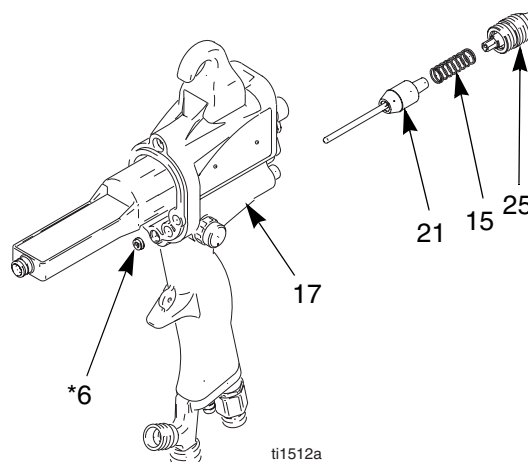

Fig. 21. Vanne pneumatique
3. Démonter la vanne de réglage produit (25) de la poignée (17). Enlever le ressort (15). Voir la Fig. 21.